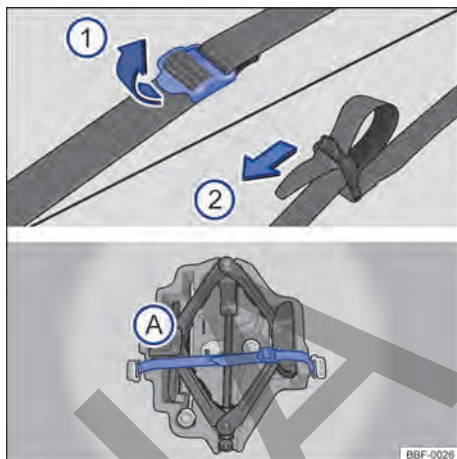

Fig. 199 En el maletero: cinta de fijación de la caja de herramientas y caja de herramientas de a bordo.
Para soltar la cinta de fijación → fig. 199 (A), tirar de la hebilla en el sentido de la flecha (1).